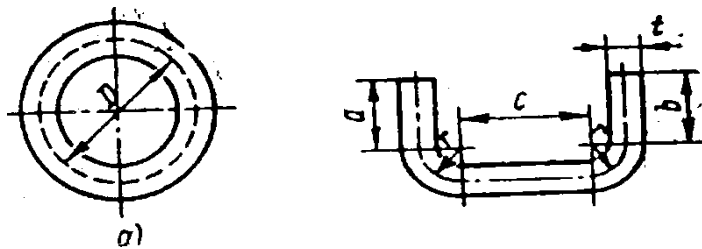

Рис. 5. Определение длины заготовок.
8. Определить длину заготовки из стальной полосы, толщиной 12 мм для кольца с наружным диаметром 120 мм (рис.5, а)
8. Определите длину заготовки скобы с закруглениями. (рис.5, б).
9. Определите длину заготовки из стальной полосы толщиной 2 мм и шириной 10 мм для кольца с наружным диаметром 100 мм. (рис. 5,а).